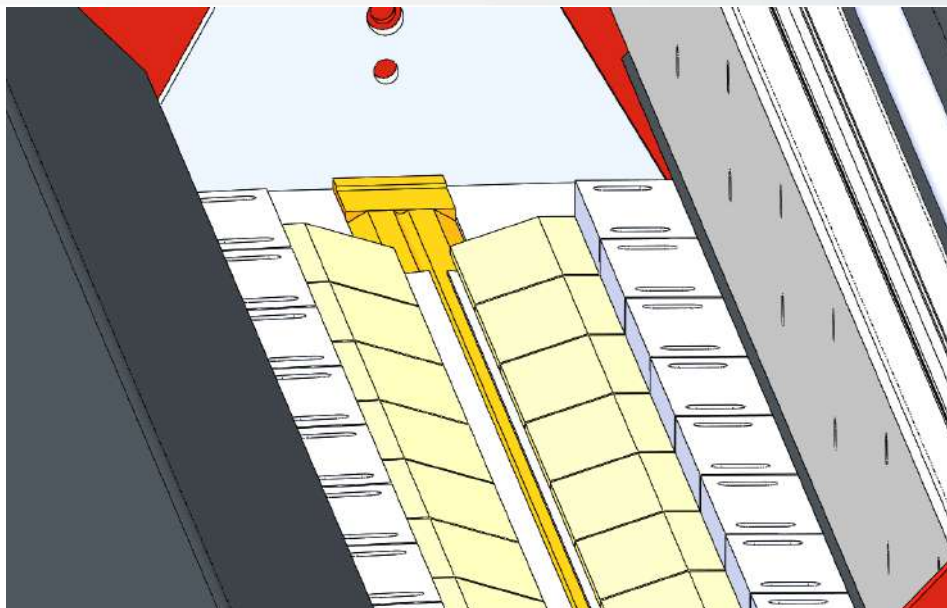

Рисунок 18 – Фиксация первой кромки заготовки.
3. После выполнения первого шага оператор нажимает на педаль 1 придерживая заготовку руками снизу, воздух подается в рукав обеспечивая прижатие заготовки губками, размещенными над спозиционированной кромкой. После поджатия первой кромки продольный упор автоматически переместится, выйдя из зоны сварки (см. рисунок 18).